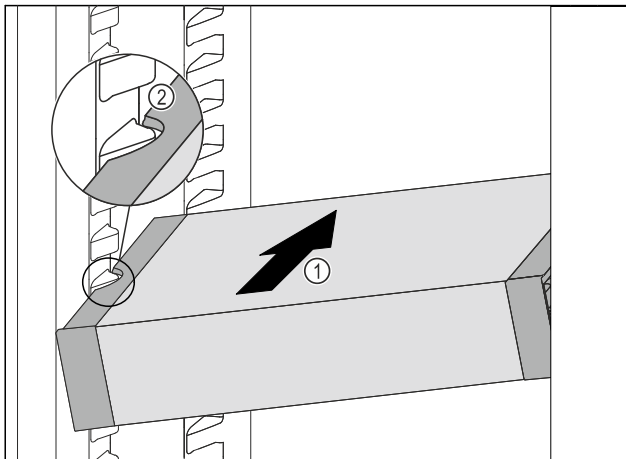

Fig. 78
- VarioSafe schuin in het koelgedeelte schuiven Fig. 78 (1), tot de uitsparingen aan de zijkant Fig. 78 (2) van de VarioSafe op de hoogte van de rib in het koelgedeelte zitten.